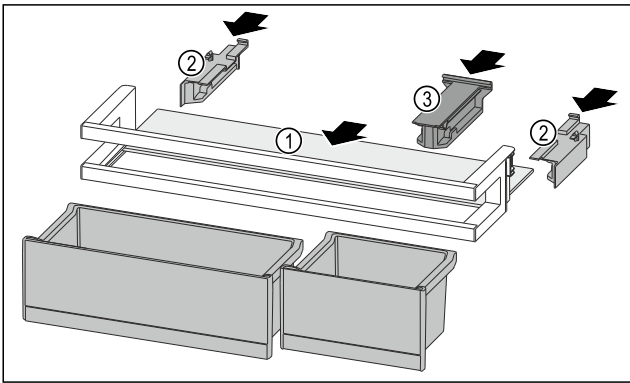

Fig. 119
- ▶ 将搁板 Fig. 119 (1) 推入侧面凹槽。
- ▶ 插入侧面部分 Fig. 119 (2)。
- ▶ 插入定位件 Fig. 119 (3)。